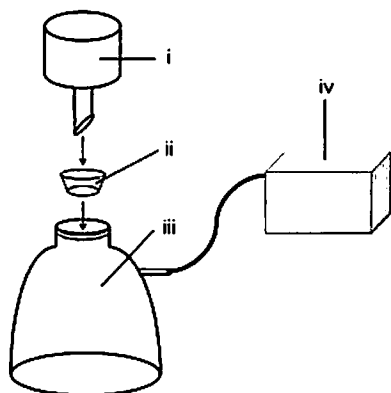

Рис. 1.3. Установка для фильтрования: i - воронка Бюхнера; ii - резиновый адаптер; iii - колба Бунзена; iv - вакуумный насос.
- (6) Соберите установку для фильтрования под вакуумом (см. рис. 1.3). Присоедините колбу Бунзена к вакуумному насосу. Сверху к колбе присоедините воронку Бюхнера с резиновым адаптером. Извлеките из чашки Петри круглый фильтр и поместите его в воронку.
- (7) К реакционной смеси добавьте 5 мл воды, используя пластиковый цилиндр на 10 мл. Добавьте 1 г метабисульфита натрия, перенесите содержимое пробирки (вместе с магнитиком) в коническую колбу на 200 мл. Для перенесения остатков реакционной смеси ополосните пробирку 30 мл воды. Поставьте колбу на магнитную мешалку и продолжайте перемешивание. Используя пипетку на 2 мл с делениями, добавляйте маленькими порциями раствор гидрокарбоната натрия до тех пор, пока pH водной фазы не станет чуть больше 7 (используйте индикаторную бумагу). Полученный осадок отфильтруйте на воронке Бюхнера под вакуумом и промойте небольшим количеством воды. Просушите продукт, прокачивая воздух в течение 1 мин.
- (8) Перенесите фильтрат из колбы Бунзена в коническую колбу на 300 мл. Используя пипетку на 2 мл с делениями, отберите из конической колбы 2 мл фильтрата и перенесите его в пробирку на 10 мл. Поместите в пробирку маленький магнитик и надежно зафиксируйте пробирку при помощи лапки. Добавьте 1 мл этилацетата, используя пипетку на 2 мл с делениями, и интенсивно перемешайте на магнитной мешалке в течение 30 с. Прекратите перемешивание и дождитесь расслоения смеси. Проанализируйте верхний слой с помощью ТСХ, чтобы убедиться в отсутствии продукта в нем и, соответственно, в фильтрате. Наносите точки так же, как описано в пункте 5. Отметьте на пластинке линию фронта растворителя и пятна, если они проявятся. Поместите пластинку в пластиковый пакет «В». Если